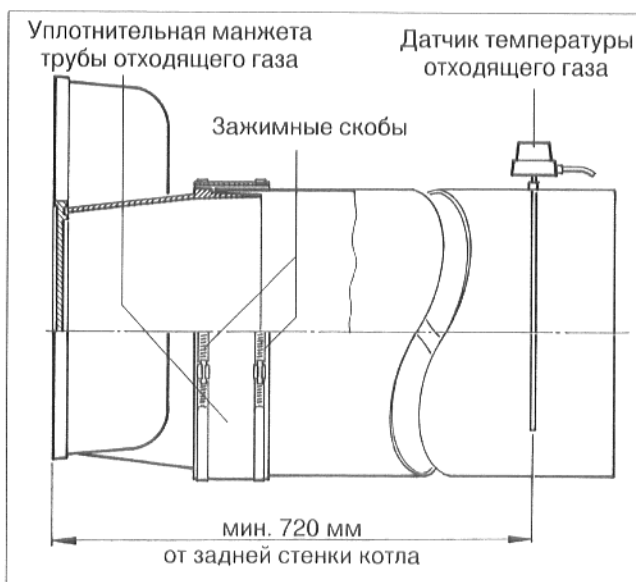

Рис. 26
Рекомендуем применение уплотнительной манжеты трубы отходящего газа (рис. 26). Уплотнительную манжету трубы отходящего газа необходимо заказывать отдельно.
- Надеть уплотнительную манжету трубы отходящего газа внахлестку на трубу отходящего газа и патрубок дымосборника (рис. 26).
- Вварить муфту в трубу отходящего газа на расстоянии 2х диаметров трубы отходящего газа от дымосборника (рис. 26).